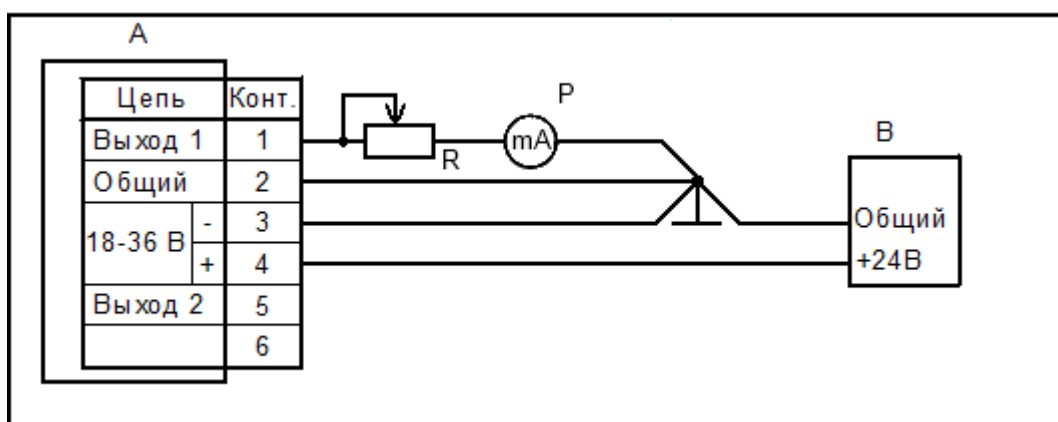
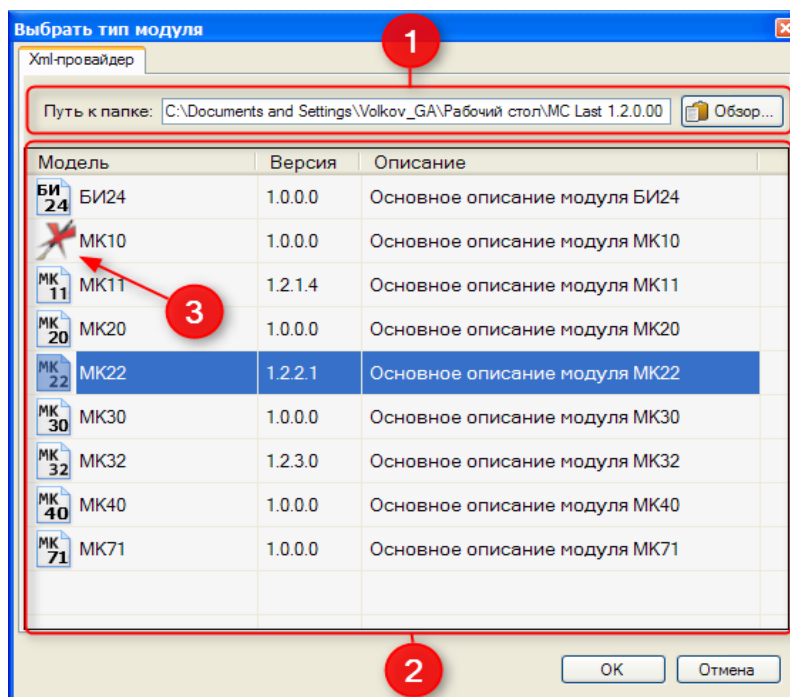

Рис. 5: Схема электрическая принципиальная опробования датчика с компаратором
Рис. 6: Окно выбора конфигураций модуля
- собрать электрическую схему проверки (см. рис. 5);
Откроется окно, предоставляющее выбор конфигурации модуля (рис. 6, обозначение 2), а также выбор папки расположения конфигураций (рисунок 5, обозначение 1). Каждая конфигурация имеет цифровую подпись ООО НПП «Вибробит». Если подпись недействительна, иконка конфигурации будет иметь вид указанный на (рис.6 обозначение 3). За работу с данной конфигурацией ООО НПП «Вибробит» ответственности не несет.